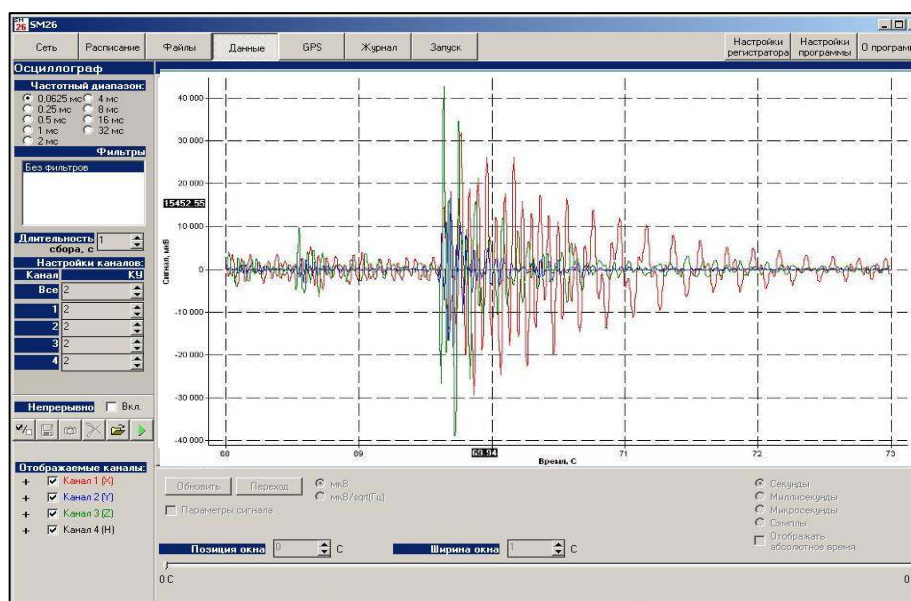

Рисунок 3.9 - Вкладка «Данные-Данные»
- вкладка **Данные - Данные** (рисунок 3.9) выводит в графическом виде временной ряд **заданного окна**. Позиция и ширина окна задаются в нижней части экрана либо плавно, перемещая движок линейки, либо точным заданием числа;